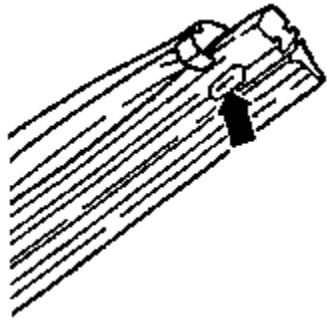

图 11-44 安装新的橡胶
- ②把新的刮水器橡胶扣在刮水器板的下面的夹板里边。如图 11-44 所示。
- ③把两个导轨导入第一个刮水器橡胶的凹槽中，并且锁定在凹槽的橡胶凹缘中。
- ④使用组合钳（扁口钳）重新压紧两个钢轨，并且插入到上面的夹板中，使两侧夹板凹缘锁定到刮水器橡胶的固定槽（见图 11-44 箭头）中。